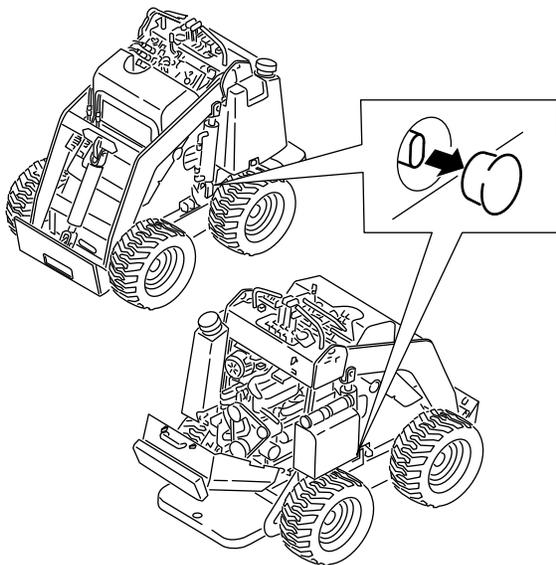

Рисунок 15
2. Снимите заглушки, закрывающие все буксировочные клапаны (Рисунок 15).